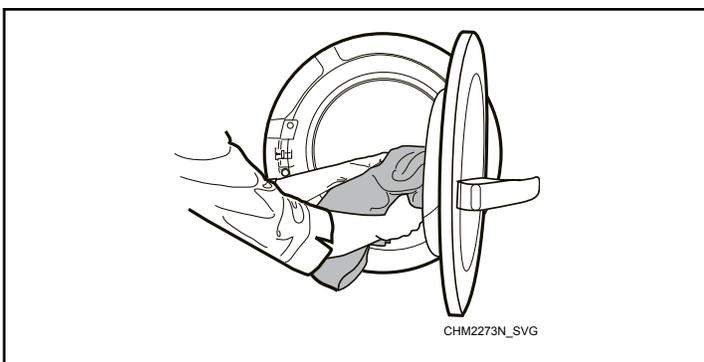

Figure 23
2. Charger la machine. Se reporter à la *Figure 23*.